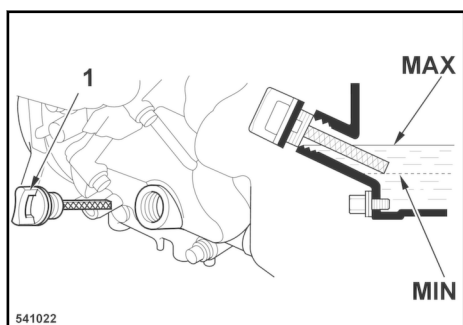

Fig. 36
Limpar a área envolvente da vareta de medição do óleo (1) → Fig. 36.